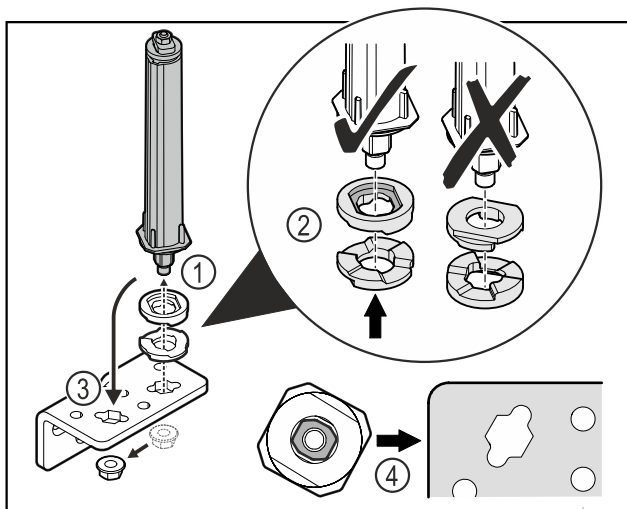

Fig. 25
- Svitare il dado e rimuovere il sistema di chiusura della porta Fig. 25 (1).
- Assicurarsi che le rondelle per la regolazione dell'altezza siano rivolte nel verso giusto Fig. 25 (2).
- Spostare il sistema di chiusura della porta nella cerniera angolare e fissarlo con il dado Fig. 25 (3).
- Durante l'inserimento del sistema di chiusura della porta assicurarsi che sia rivolto nel verso giusto Fig. 25 (4).